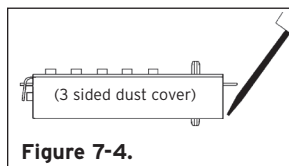

Figure 7-4.
- 7) Placez un petit tournevis sur le bord du cache anti-poussière dégrossi par 3 et appuyez sur le tournevis (**voir Figure 7-4**). La couverture devrait sauter lâchement. Une fois qu'elle fait, retirer la couverture de la chambre de combinaison.